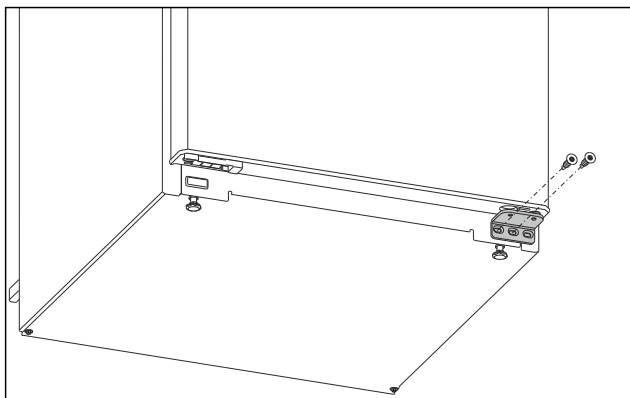

Fig. 6
- Desatornillar el tornillo central del caballete inferior con un destornillador Torx 20. Fig. 6 ()
- Desatornillar el tornillo interior en el caballete inferior con un destornillador Torx 20. Fig. 6 ()